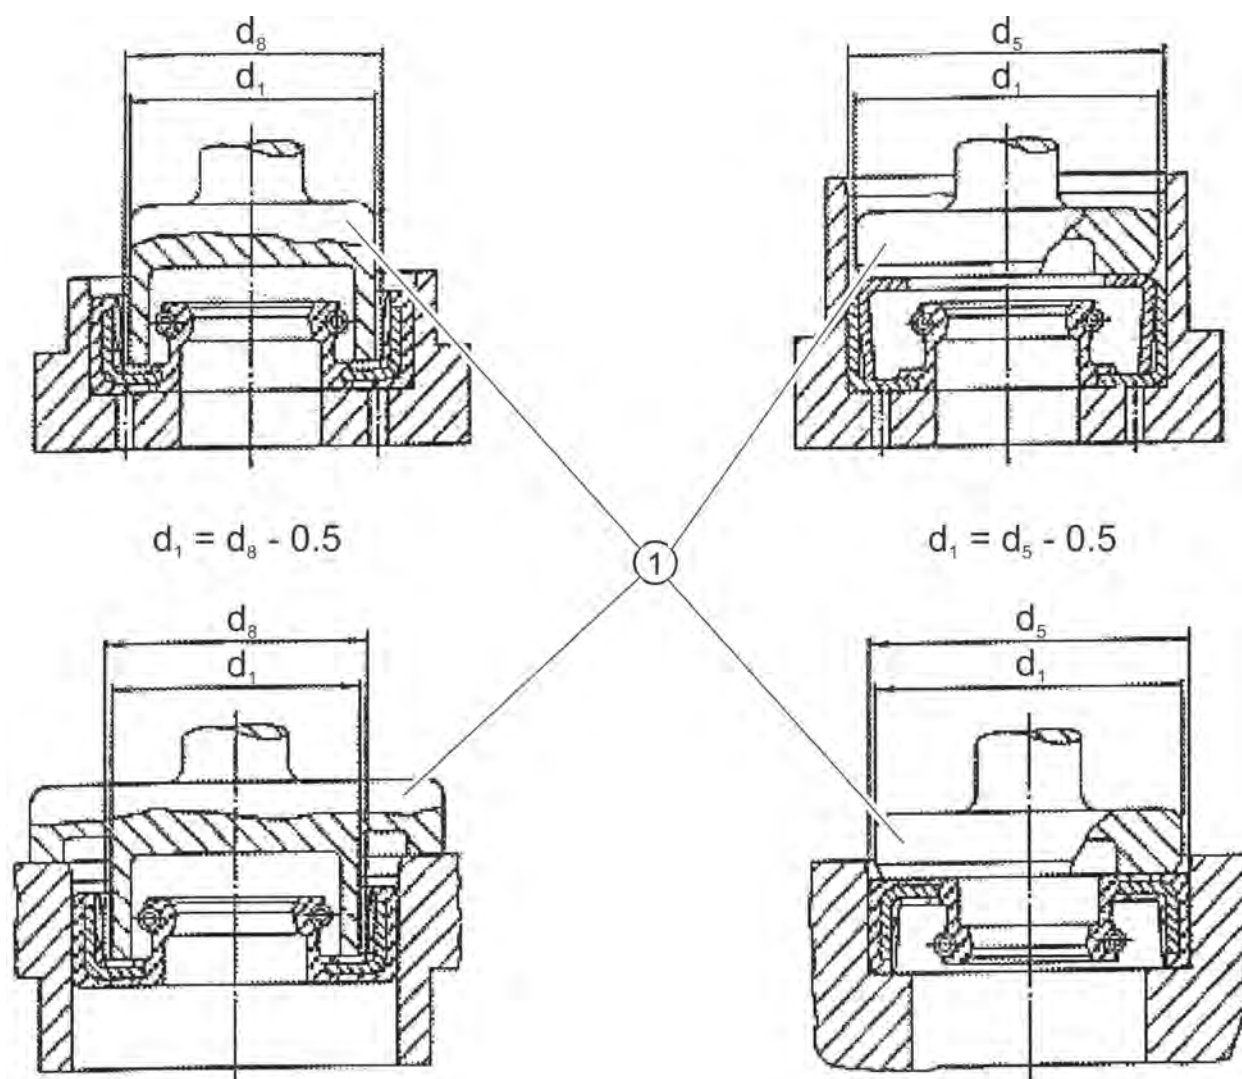

Figura 2: Attrezzo per pressaggio
5. Per montare l'anello di tenuta albero radiale occorre un dispositivo con una pressa leggera ed un punzone idoneo (vedere figura 2).